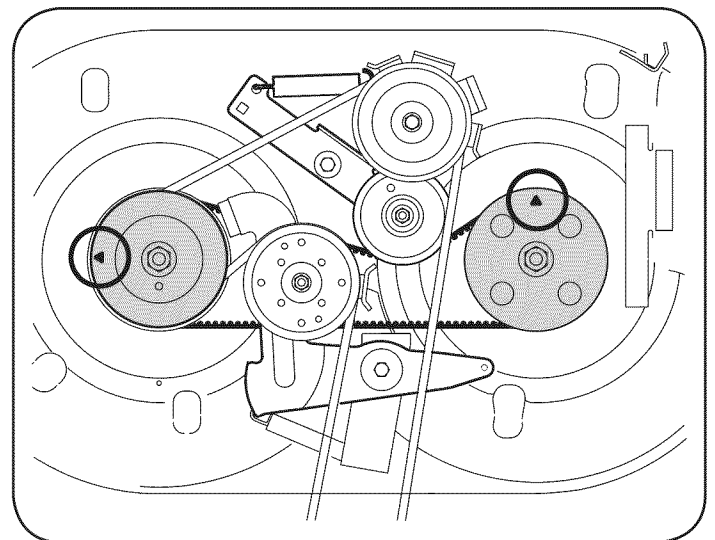

Figura 26
2. La parte superior de cada polea de husillo está marcada con una flecha. Vea la Figura 26. Las flechas deben estar perpendiculares (a un ángulo de 90°) entre sí.